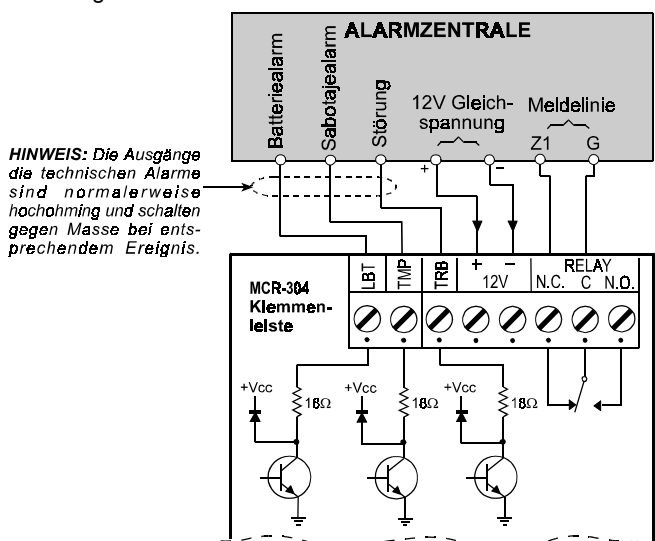

Abb. 5: Verdrahtung
- Sollen die technischen Alarme des **MCR-304** Empfängers (Sabotage, Batteriealarm und Störung) ebenfalls von der Zentrale ausgewertet werden, verbinden Sie diese mit entsprechenden Eingängen an der Alarmzentrale, wie in Abb. 5 dargestellt.